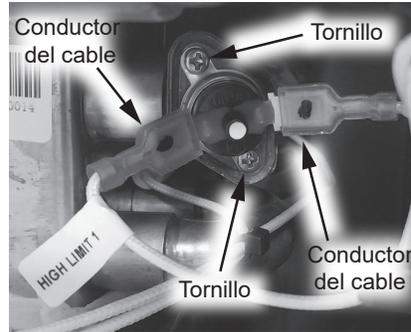

Figura 17 - Ubicación del interruptor de límite alto
4 Ubique el interruptor de límite alto en el intercambiador de calor (lado superior derecho del calentador de agua). Desconecte los dos conductores del cable (etiquetados HIGH LIMIT 1 [Límite alto 1]) del interruptor de límite alto. Consulte la Figura 17.
- 5** Use un destornillador Phillips para retirar los dos tornillos que fijan el interruptor de límite alto al intercambiador de calor. Deje los tornillos a un lado en un lugar seguro para volver a instalarlos. Consulte la Figura 17.